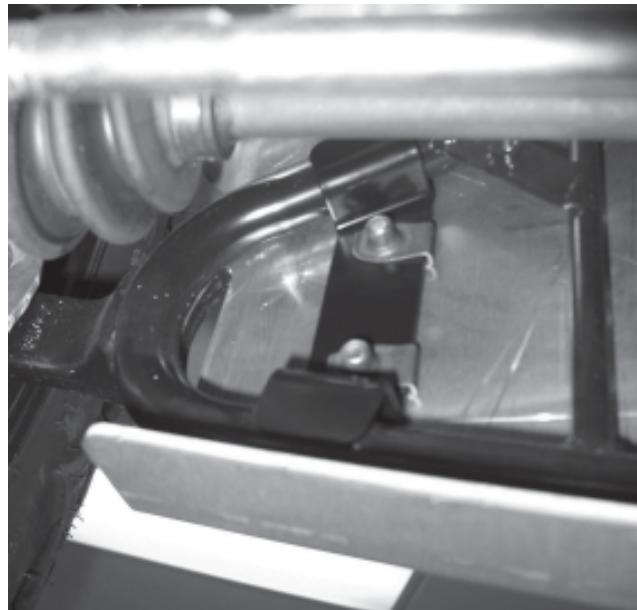

Figure 2
4. Posez un boulon 5/16 po (B3) à travers la protection et le support et fixez-le à l'aide d'une rondelle (B1), d'un écrou de blocage (B2). Ne serrez pas. (**Figure 2**)